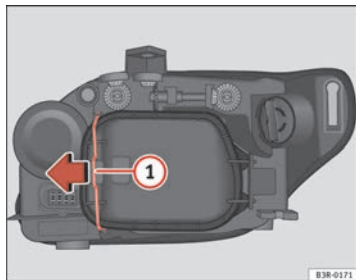

Abb. 198 Standlicht
- Den Spanner ⇒ Abb. 198 ① in Pfeilrichtung bewegen und den Deckel abnehmen, indem zuerst die Seite des Spanners und danach die beiden Laschen des anderen Endes des Deckels abgenommen werden.